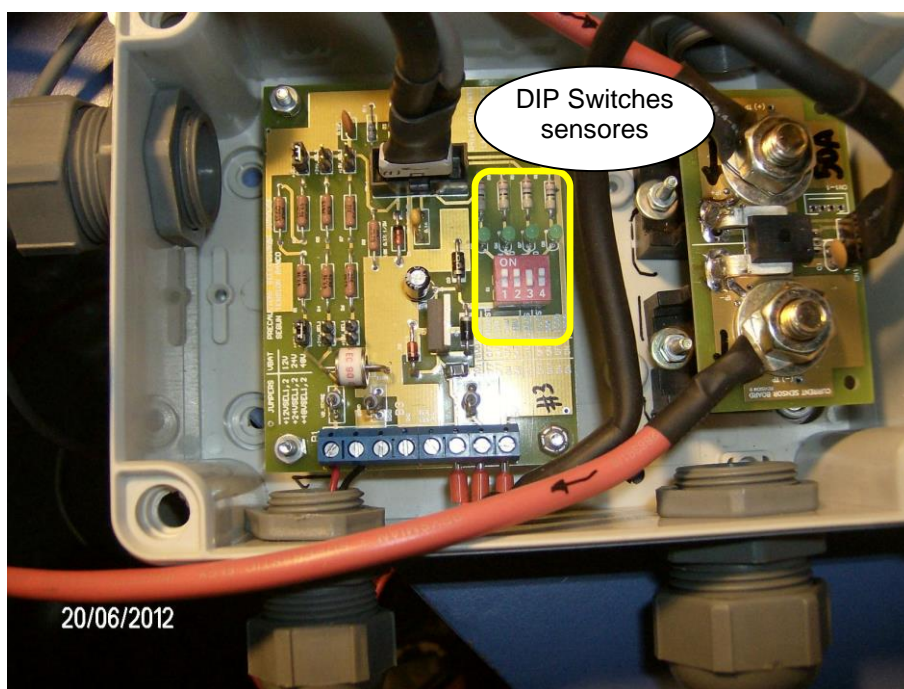

Figura 9 – Módulo de sensores de tensión para 48 V y corriente 50 A, y DIP Switches configurados, conectado a un PWRC2
V.1.a) Estado de los switches DIP de **configuración de sensores**. Esto es así porque las constantes de calibración que se carguen para leer los canales de tensión y corriente dependerán de la configuración de los DIP switches de la placa de sensores (Figura 9). El usuario puede cambiar las constantes vía el Firmware cuando cambia un tipo de sensor en dicha placa. Además la selección de los valores default de tensión para cada nivel y los umbrales dependen de los DIPs de voltaje.